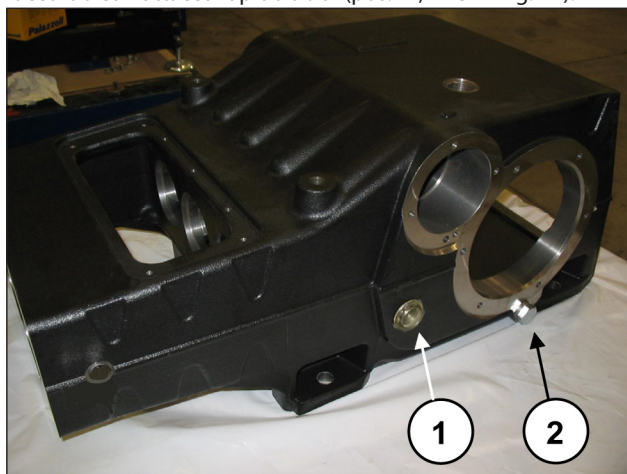

Fig. 47
Montare le due spie livello olio, i due tappi scarico olio e il raccordo con attacco rapido a 90° (pos. ①, ② e ③ Fig. 47).